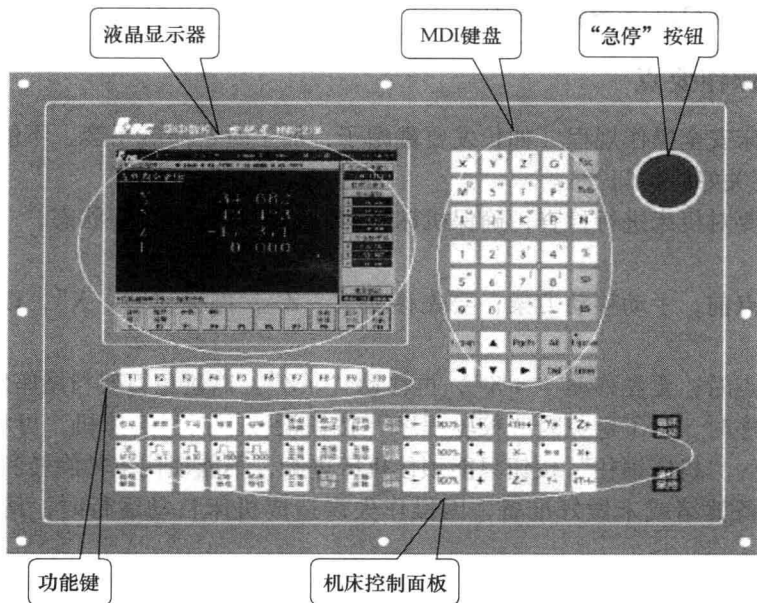

图 1-1 机床控制面板
1) 机床控制面板。机床控制面板用于直接控制机床的动作或加工过程(见图 1-1)。